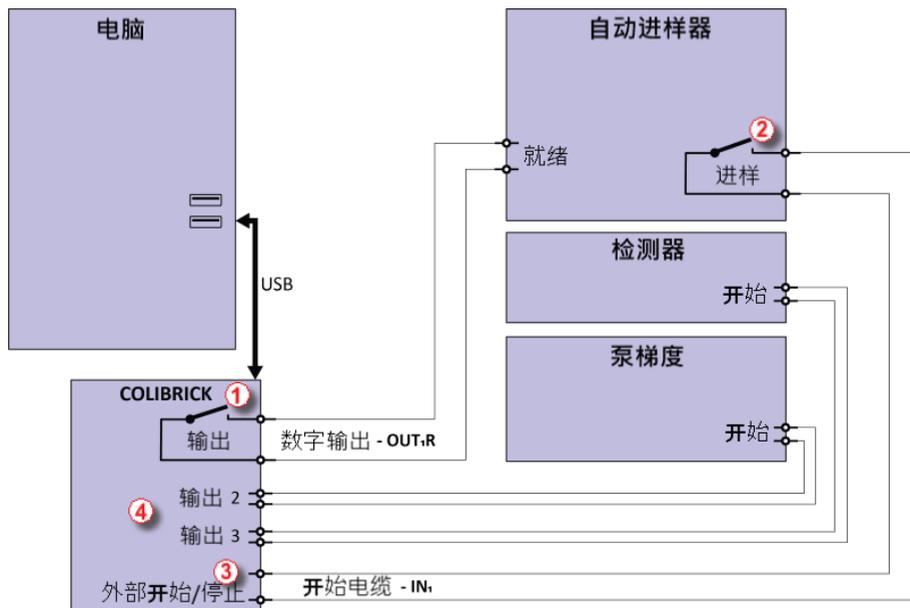
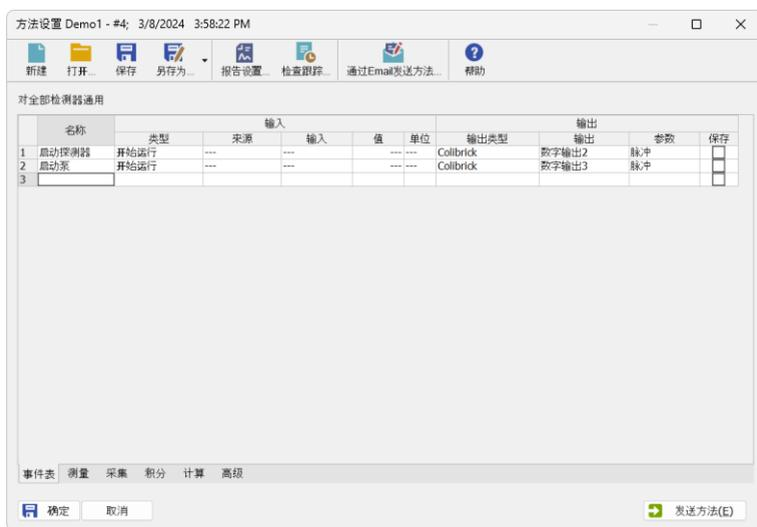

图25: 液相色谱(LC)中没有AS控制模块的自动进样器接线
图27: Clarity Amino中检测器和泵的开始事件表
自动进样器将在其输入触点闭合后启动进样①。进样后,自动进样器将闭合进样触点②,从而可以发出开始采集命令③。当使用附加设备(检测器,泵,等)时,建议将这些设备独立地连接到A/D转换器的其他数字输出④。针对每个设备需要在**事件表**(第38页第图27.)中有一个专用的行由**Clarity Amino**来开始或停止。
可以从方法设置对话框中调用**事件表**, 用来设置从Clarity Amino启动的附加检测器和泵的事件。在最典型的设置中(如第37页第图25.所示), 请按照第38页第图27.中的显示来设置事件表。